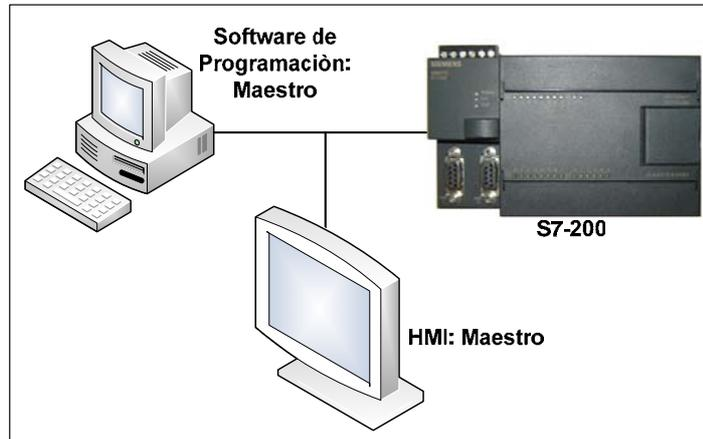

Figura 96: Red PPI [17]
2.3.1. Cable multimaestro USB/PPI. El S7-200 soporta el protocolo de comunicación PPI (Interfaz punto a punto). PPI es un protocolo maestro-esclavo. Los maestros envían peticiones a los esclavos y éstos responden. Los esclavos no inician mensajes, sino que esperan a que un maestro les envíe una petición o solicite una respuesta. (Ver figura 96)